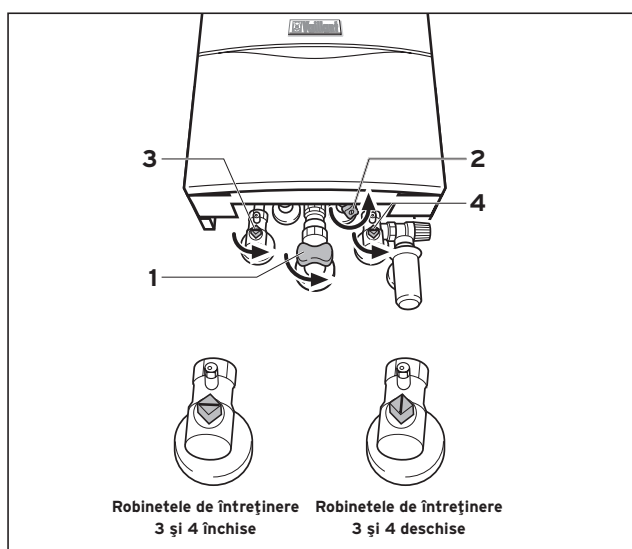

Fig. 3.3 Deschiderea dispozitivelor de blocare (VM/VMW 356)
3.2.1 Deschiderea dispozitivelor de blocare (fig. 3.3 și 3.4)
- Deschideți robinetul de gaz (1) prin apăsare și rotire în sens contrar acelor de ceasornic până la limita de oprire.
- La varianta de aparat VMW: deschideți robinetul de alimentare cu apă rece (2) prin rotire în sens contrar acelor de ceasornic până la limită.
- Controlați dacă robinetele de inspecție de pe tur (3) și retur (4) sunt deschise. Acest lucru se întâmplă când creștătura de pe cheia pătrată a robinetelor coincide cu direcția conductei. Dacă robinetele sunt închise, acestea pot fi deschise cu ajutorul unei chei fixe printr-un sfert de rotație către dreapta sau stânga.